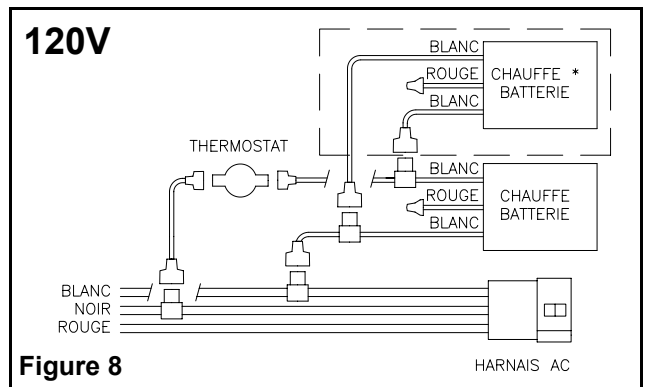
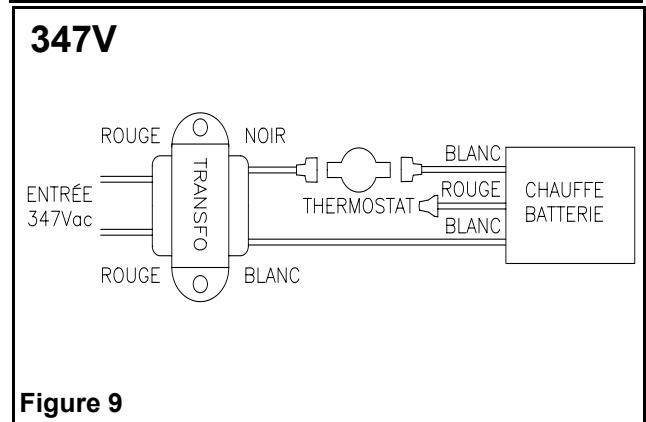

**Figure 6**
**Figure 7**
- Remettre les batteries en place, se référer à la figure 6 pour le raccordement des batteries. Remettre le module électronique en place tel que montré à la figure 5.
- Raccorder le chauffe batterie (18) au thermostat (19) ainsi qu'au cordon d'alimentation C.A. (10) (voir figure 7).
- c. Remettre les batteries en place. Il est très important de replacer le chauffe batterie (18) entre la batterie (6) et la plaque arrière (8) tel qu'illustré à la figure 7. Se référer à la figure 6 pour le raccordement des batteries. Remettre le module électronique en place tel que montré à la figure 5.